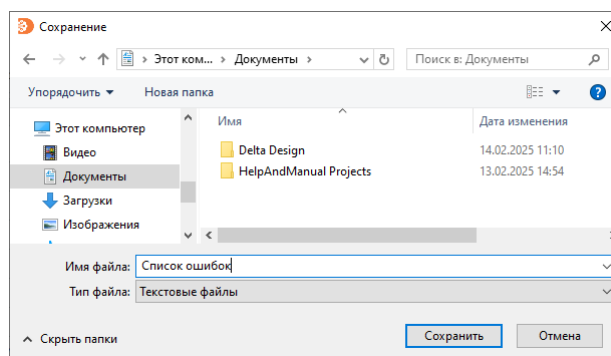

Рис. 648 Сохранение файла
2. В отобразившемся окне проводника выберите директорию сохранения файла, введите имя и нажмите кнопку «Сохранить», см. Рис. 648.